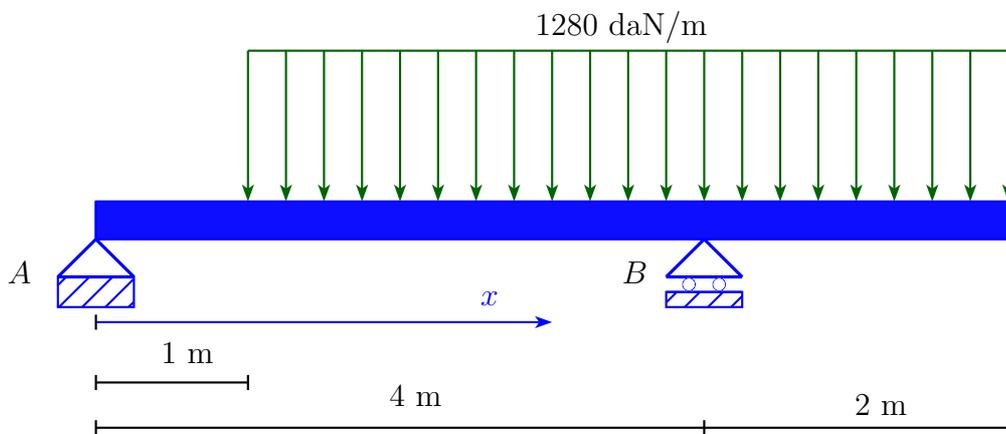

Figura 7.
**Pregunta 12** Se considera la viga de la figura 7 y se pide calcular la flecha en  $x = 1m$ ,  $x = 2m$  y  $x = 5m$ .